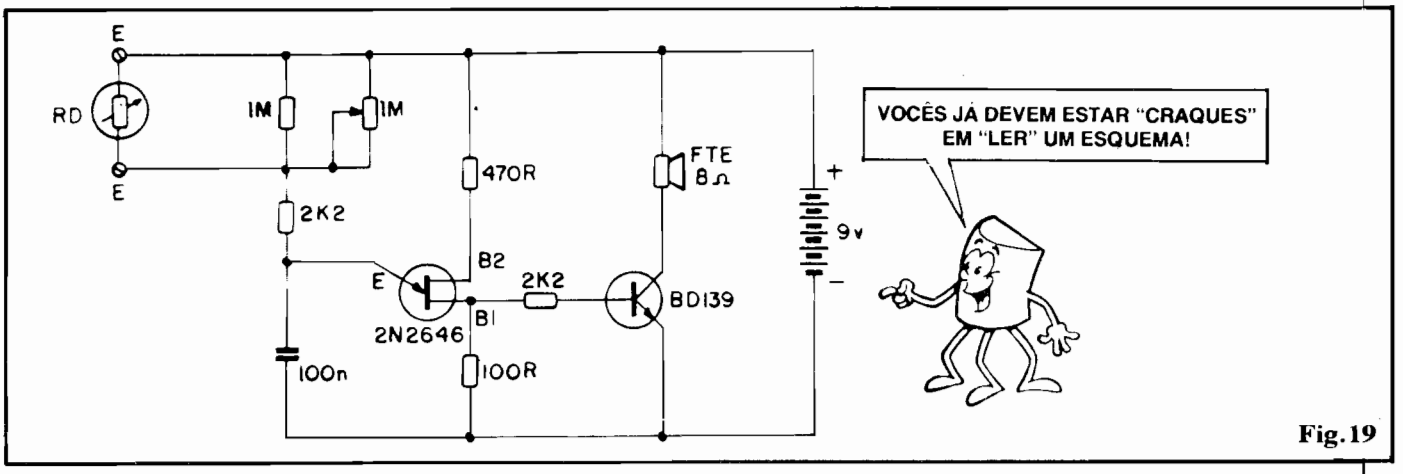

Fig.19
- FIG. 19 - Esquema do Circuito/Experiência... A "coisa" é, basicamente, estruturada em dois blocos. O primeiro é um simples oscilador centrado num transistor unijunção (TUI) 2N2646, cujo funcionamento já estudamos na 9ª "Aula" do ABC. Observem (e, se necessário, revejam a 9ª "Aula"...), que a frequência de oscilação depende unicamente o ritmo de carga/descarga do capacitor de 100n, e recebe total influência do
- **SEQUÊNCIA DA EXPERIÊNCIA** - Os mais atentos já devem ter "percebido" as intenções básicas da Experiência... Observando o esquema (fig. 19) fica claro que podemos incorporar ao circuito (via pontos E-E) qualquer "Resistor Dependente". É exatamente isso o que faremos, analisando, então, "auditivamente", através da mudança da frequência de áudio emitida pelo alto-falante, as variações resistivas ocorridas no sensor, sob a influência dos "fatores externos" (LUZ, para um LDR, CALOR para um TERMÍSTOR, etc.). Vejamos: